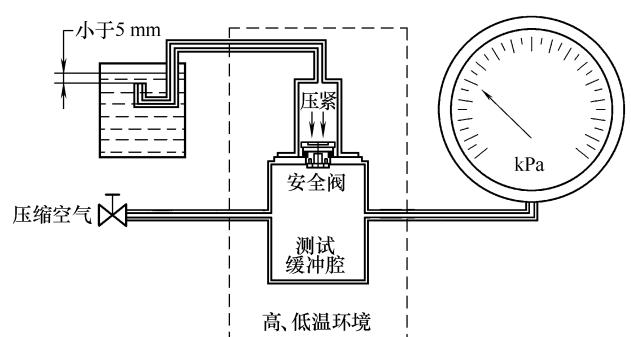

图 6 高、低温开闭阀压力试验装置示意图
4.12.3 高、低温开闭阀压力试验装置示意图如图 6 所示。